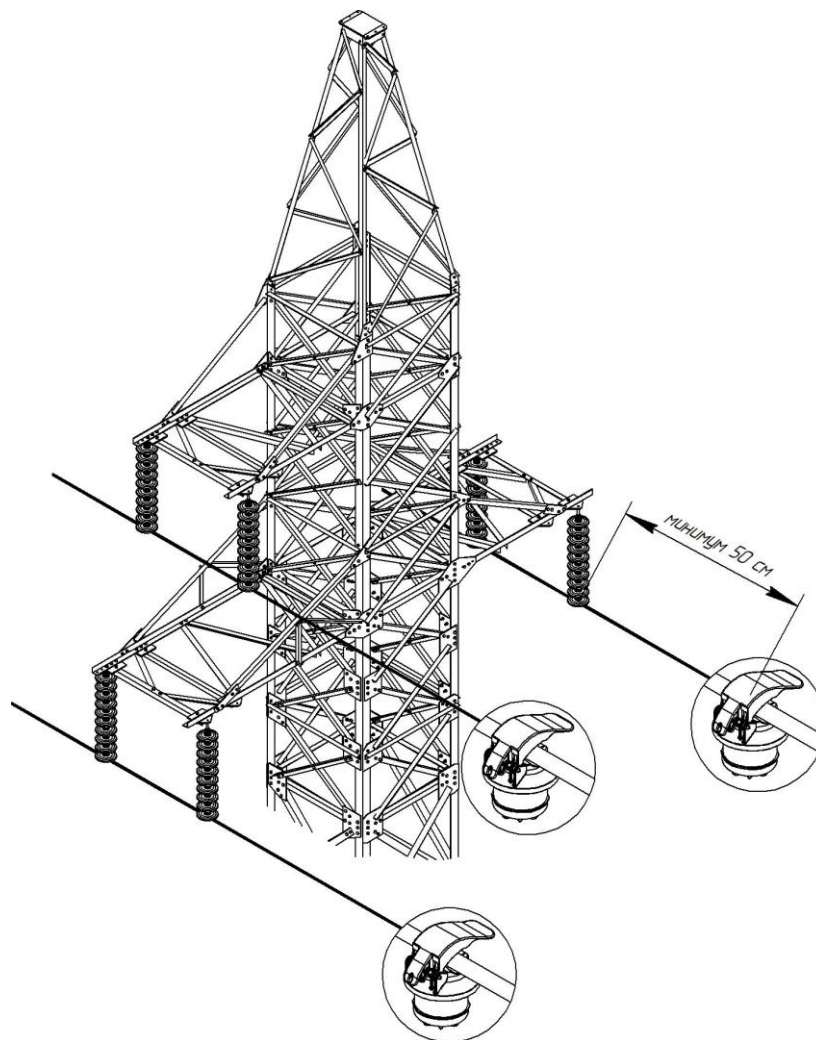
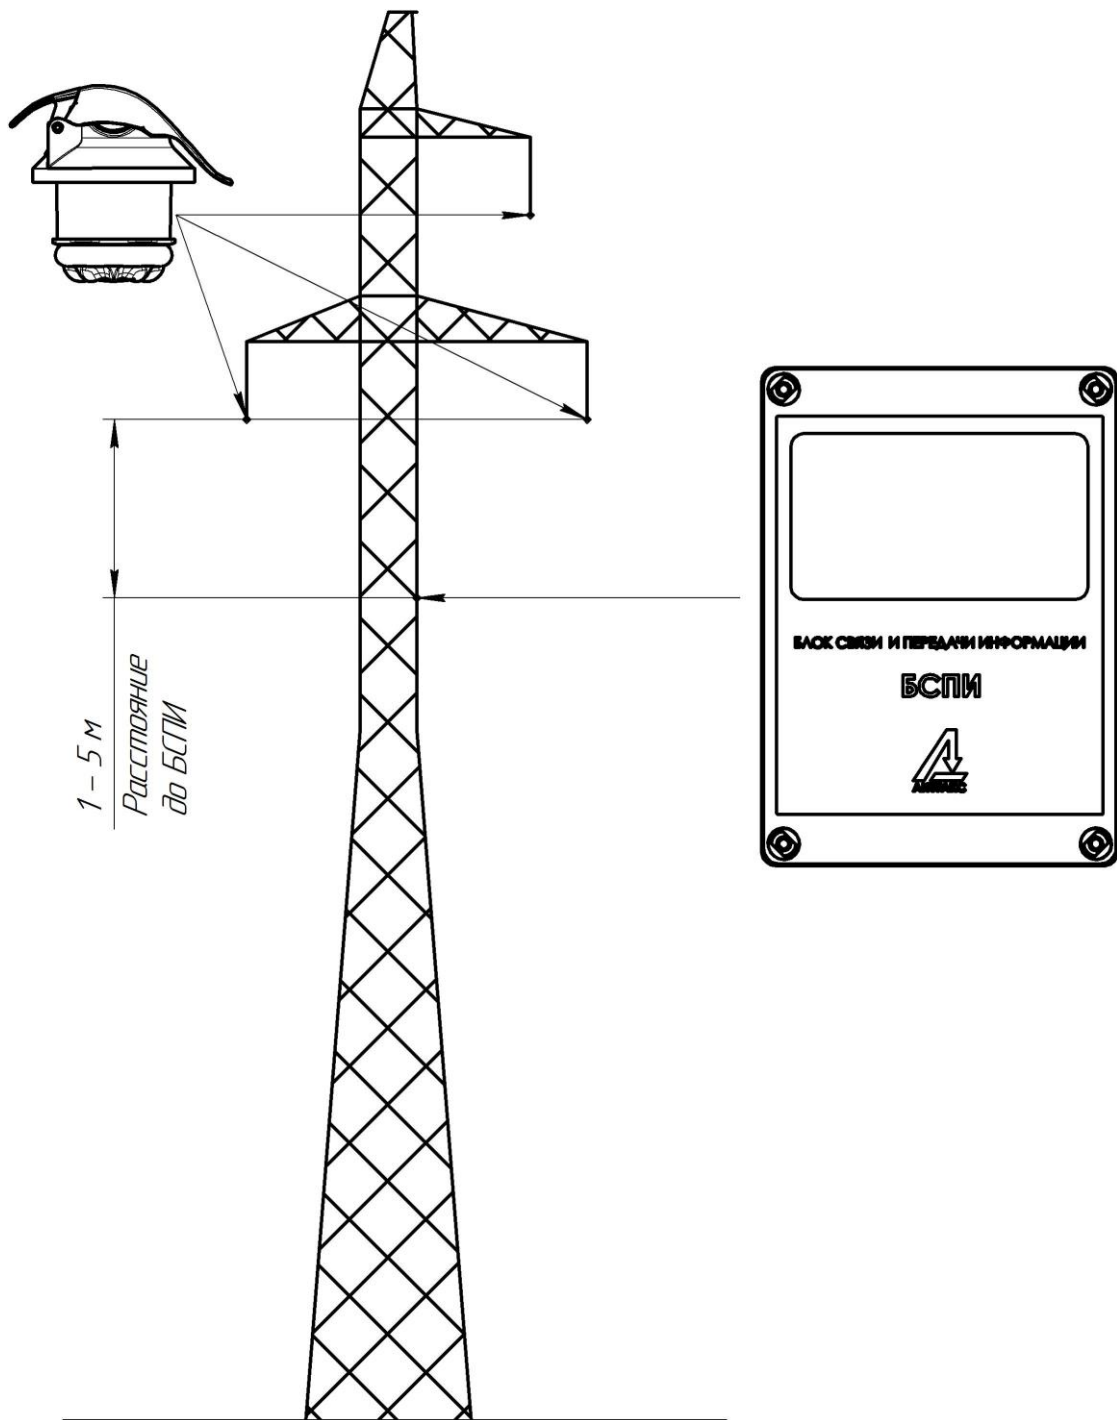

Рисунок 4 – Пример установки комплекта индикаторов ИКЗ-В42Л-УЗ
Рисунок 5 – Пример установки комплекта индикаторов ИКЗ-В42Л-УЗ
2.4.1 Индикаторы устанавливаются непосредственно на провод на расстоянии 0,5-10 м от изоляторов. Примеры установки устройств комплекта индикаторов ИКЗ-В42Л-УЗ на линию приведены на рисунках (см. Рисунок 4, Рисунок 5).